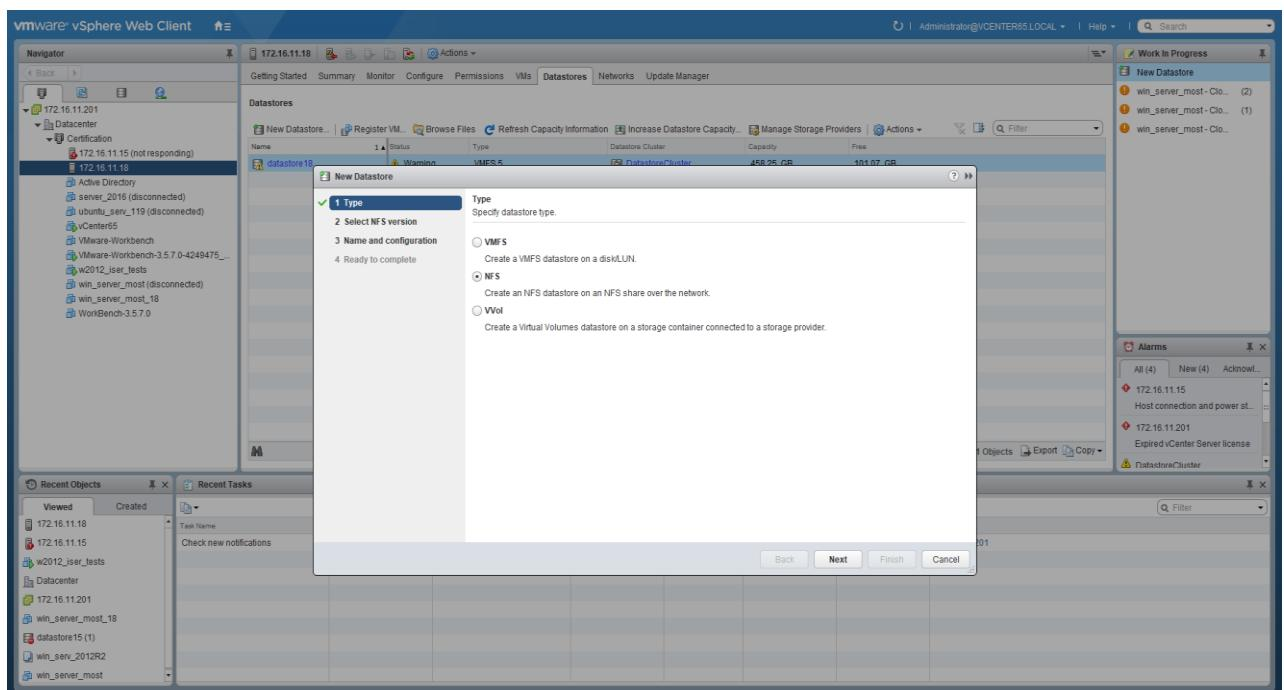

Рисунок 92 – Окно выбора типа Datastore
4. Выберите тип datastore - «NFS» (см. Рисунок 92).